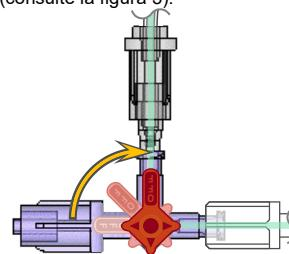

Figura 3. Llave de paso cerrada del DyeVert Power XT
- 9) Cierre la llave de paso del DyeVert Power XT hacia la llave de paso para selección de válvula (consulte la figura 3).